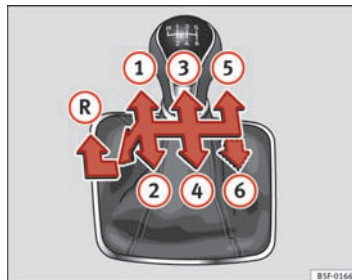

Fig. 89 Skiftediagram i forbindelse med 5-trins eller 6-trins manuel gearkasse
De enkelte gears positioner er vist på gearstangen ⇒ Fig. 89.
- Skub gearstangen helt mod venstre og derefter fremad for at sætte bilen i bakgear ⇒ Fig. 89 .